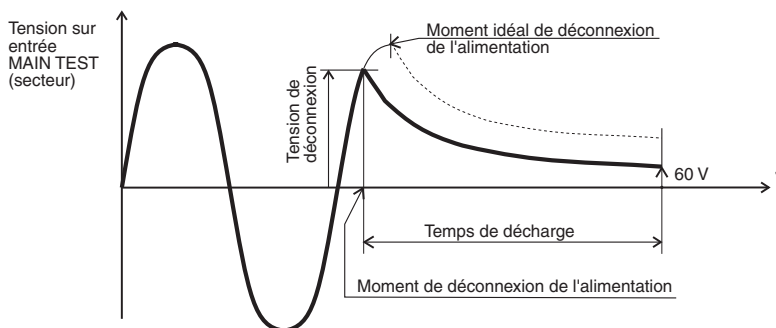

**Fig.18. Connexion des cordons de test**
3. Connectez les cordons de test à l'instrument et à l'appareil testé conformément à la figure 18.